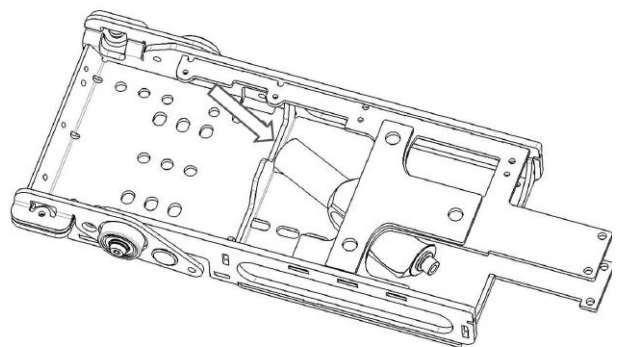

Bild 11. Demontera sitstiltens axel.
13. Demontera sitstiltens axel. Se bild 11.